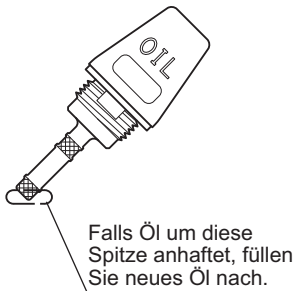
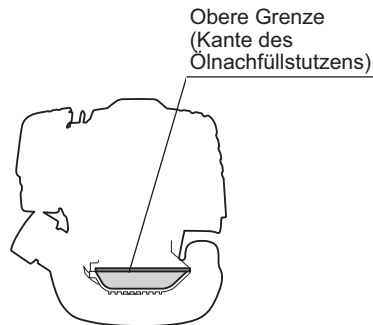

Abb. 1
Abb. 2
Wenn der Ölstand so niedrig sein sollte, dass nur die Spitze der Ölstandsanzeige das Öl berührt, vor allem bei in das Motorgehäuse eingesteckter, aber nicht festgeschraubter Ölstandsanzeige (Abb. 1), füllen Sie Öl über die Öffnung nach (Abb. 2).
(1) Halten Sie das Antriebsniveau und trennen Sie die Ölstandsanzeige ab.
(2) Füllen Sie Öl bis zur Kante des Ölnachfüllstutzens auf. (Siehe Abb. 2.)